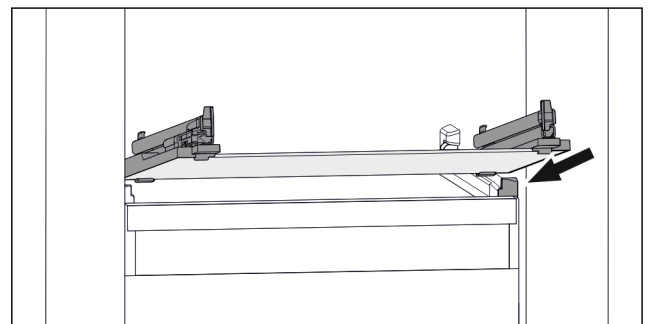

Fig. 161 Beispielhafte Darstellung der Glasplatte
- ▶ Glasplatte schräg hinter den Stopperrahmen aufsetzen. (siehe Fig. 161)